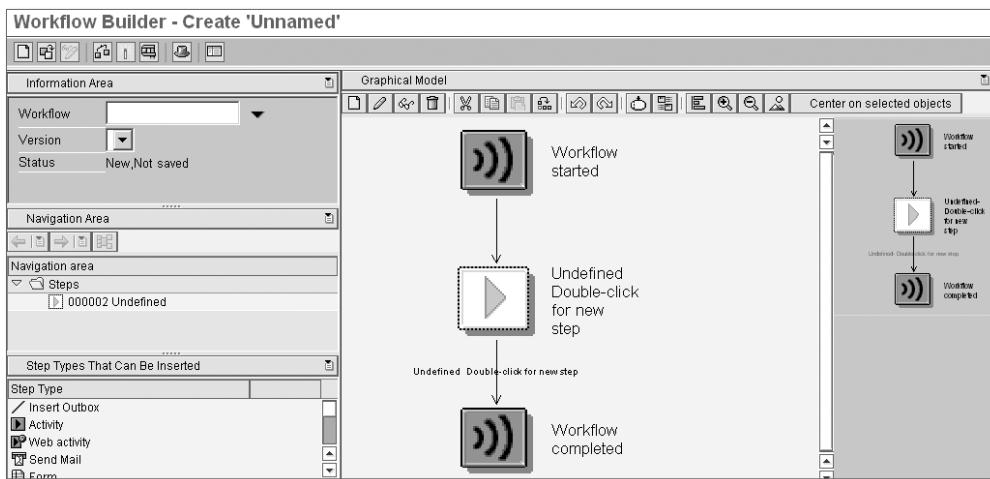

Abbildung 8.5 Initialer Workflow
Wenn Sie den Workflow Builder erstmalig aufrufen oder einen neuen Workflow anlegen möchten, wird eine neu angelegte initiale Workflow-Definition angezeigt (siehe Abbildung 8.5).
2. Wenn kein mit Abbildung 8.5 vergleichbarer initialer Workflow angezeigt wird, wählen Sie WORKFLOW • NEU, oder klicken Sie auf das Icon NEUEN WORKFLOW ANLEGEN (  ).